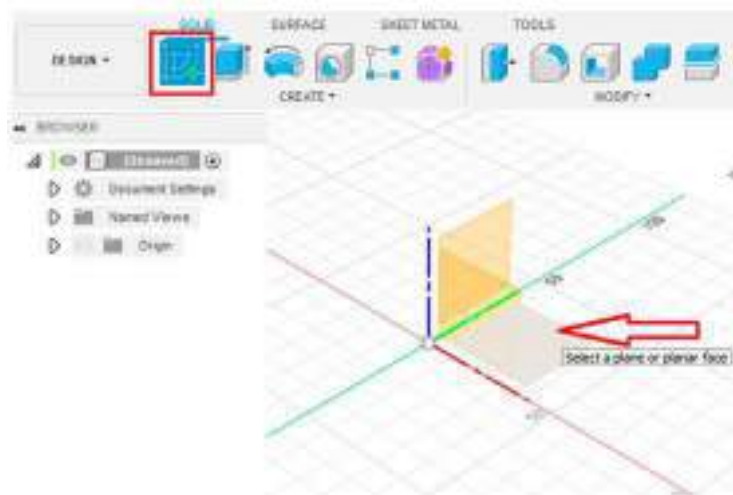

Рис. 2
- 2.1. На панели моделирования выберите панель инструмент CREATE SKETCH и укажите горизонтальную плоскость *xy* для построения эскиза (рис. 2).